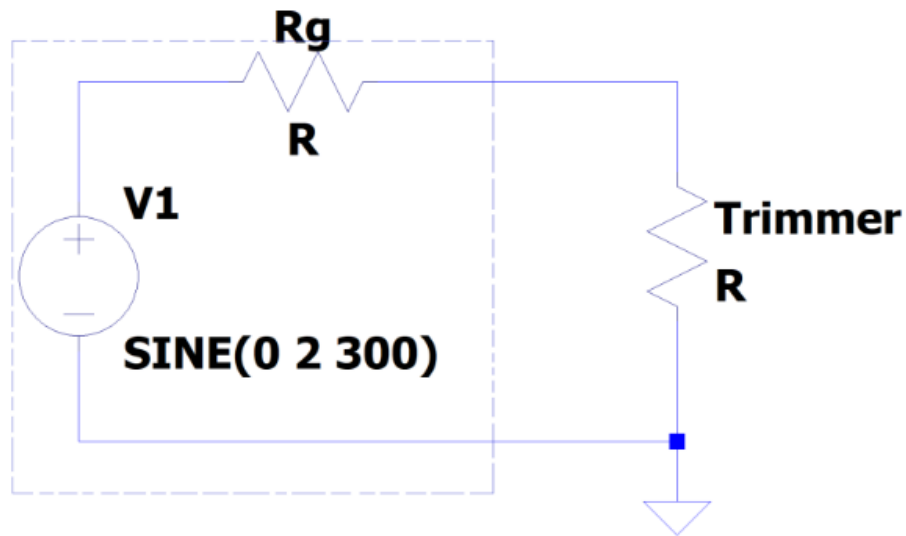

Figura 2: Circuito para la medición de la impedancia de salida del generador de señales.
- Para la medición de la impedancia de salida del generador utilice el circuito de la Figura 2 (dependiendo del valor de impedancia de salida especificado para el equipo generador de señales que usted está usando). Genere una señal sinusoidal de $4 V_{pp}$ a 300 Hz y alimente el circuito como se observa en la Figura 2. Varíe el trimmer de 100Ω o $1k\Omega$ hasta que la amplitud de la tensión observada en el osciloscopio sea $2 V_{pp}$. Desconecte el trimmer y utilice el multímetro para conocer su valor. Explique lo que representa este valor y elabore un desarrollo teórico tras comparar con los valores conocidos para la impedancia de salida del generador.